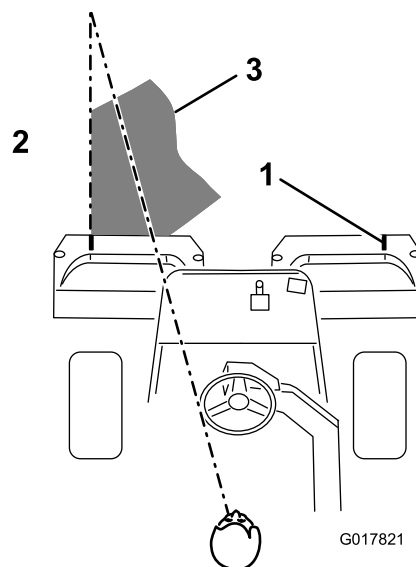

Figura 38
- Debe haber un solape mínimo con las pasadas anteriores. Para ayudar a mantener una línea recta a través del green y mantener la máquina a la misma distancia de la pasada anterior, establezca una línea imaginaria desde un punto situado a 1,8–3 m aproximadamente por delante de la máquina, hasta el borde de la parte no segada del green (Figura 38). Puede ser útil incluir el borde exterior del volante como parte de la línea imaginaria, es decir, mantener el borde del volante alineado con un punto que se mantiene
siempre a la misma distancia de la parte delantera de la máquina (Figura 38).